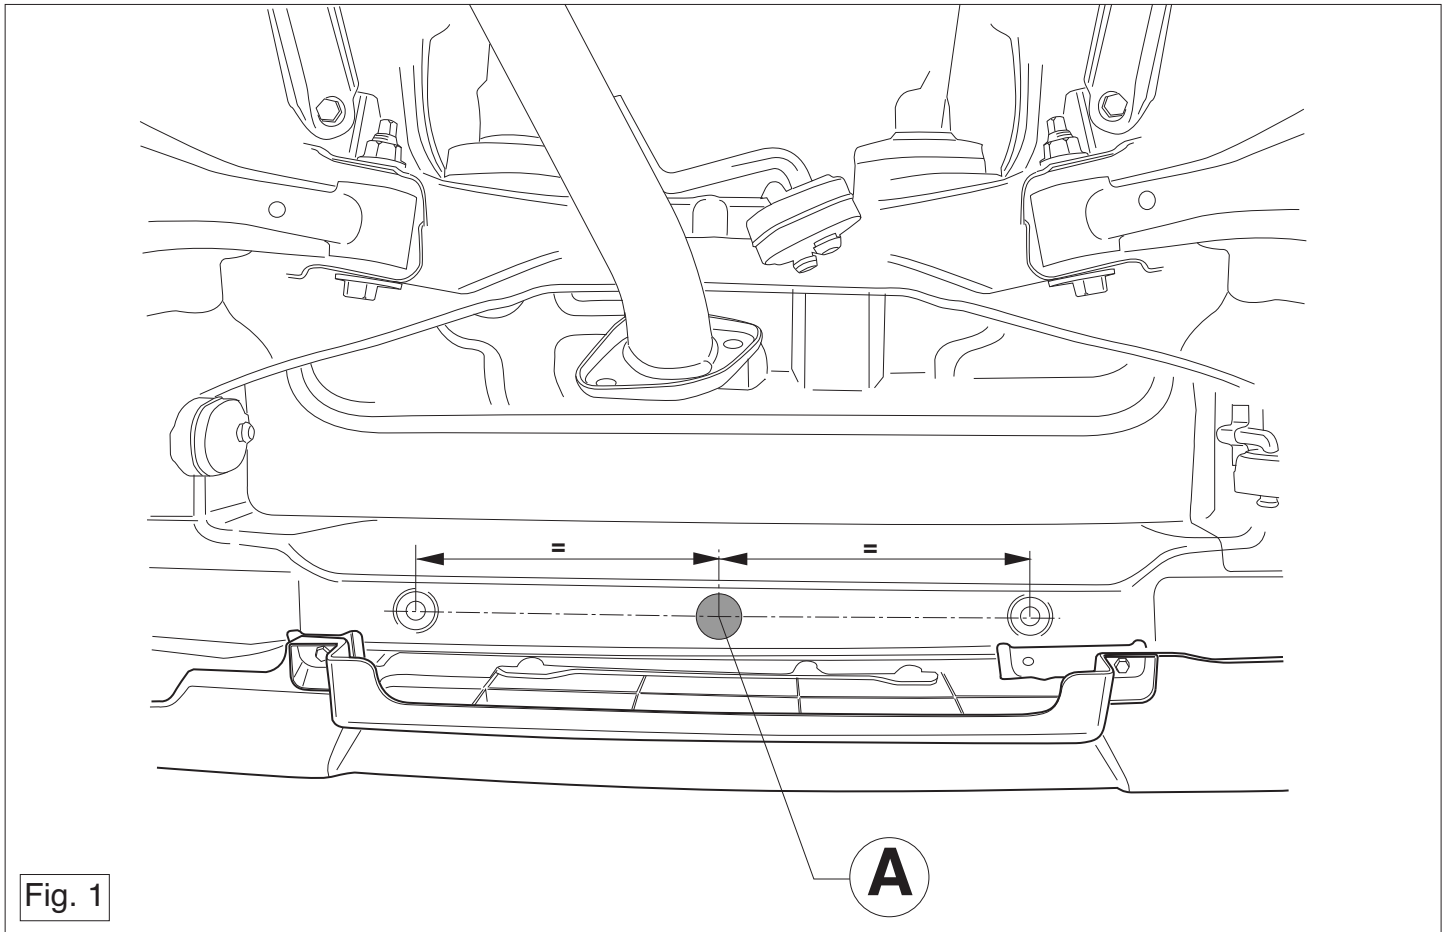

Fig. 1
4. Просверлить отверстие диаметром 29 мм, как указано на рис. 1.